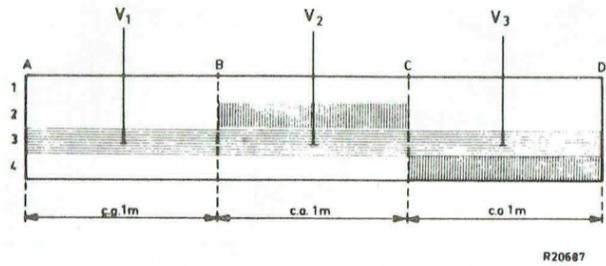

Fig. 12
Faire un enregistrement sur une pièce de ruban d'environ 3 mètres sur la piste 3 (position 2-3) avec une fréquence de 1000 c/s et 100 % de modulation. (Voir pour cela la partie hachurée horizontalement de la fig. 12).
Effacer sur la piste 4 (position 1-4) une pièce d'environ 1 mètre, (voir la partie hachurée verticalement de la fig. 12).
Enfoncer la touche d'arrêt et commuter vers la piste 2 (pos. 2-3). Effacer sur la piste 2 une pièce d'environ 1 mètre (voir la partie hachurée verticalement de la fig. 12).
Le voltmètre électronique peut accuser trois tensions différentes à savoir de A-B V1, de B-C et de C-D V3 (voir aussi la fig. 12).